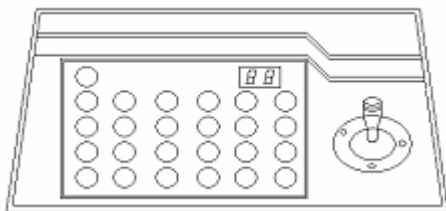

Рис. 1
1. Схема передней панели и описание кнопок (Рис. 1)